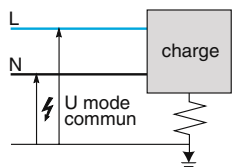

Fig. 3 - Mode commun (MC)
- entre les conducteurs et la terre (Ph/T, N/T) et sont appelées de mode commun (MC), fig. 3